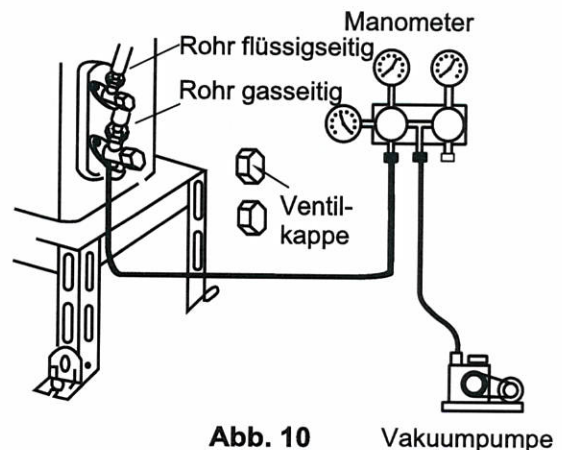

Abb. 10
8. Die Ventilkappe des Niederdruckventils festziehen (siehe Abb. 10).